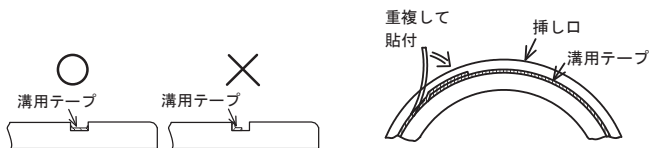

図73 溝用テープ貼り付け方法
- (6) 挿し口加工した部分には、ダクタイト鉄管切管鉄部用塗料の塗布、またはGX形端面防食用ゴム(挿し口端面)および溝用テープ(溝部)を使用して補修する(GX形端面防食用ゴムについては、ダクタイト鉄管用切管端面防食材料GX形取り付け要領書W17を参照。溝用テープについては図73を参照)。